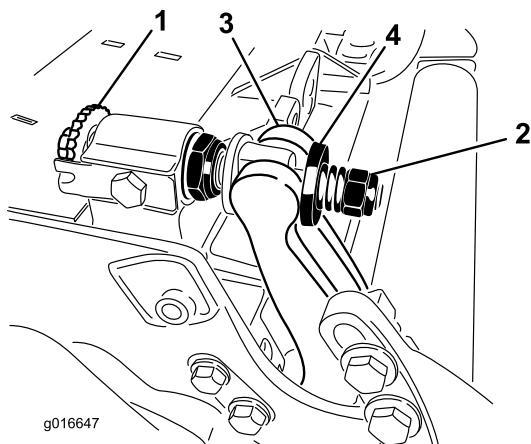

Figura 32
1. Rode os parafusos de ajuste da barra de apoio no sentido contrário ao dos ponteiros do relógio, para afastar a lâmina de corte do cilindro (Figura 32).
2. Faça recuar a porca da mola tensora até que a anilha deixe de estar sob tensão contra a barra de apoio (Figura 32).